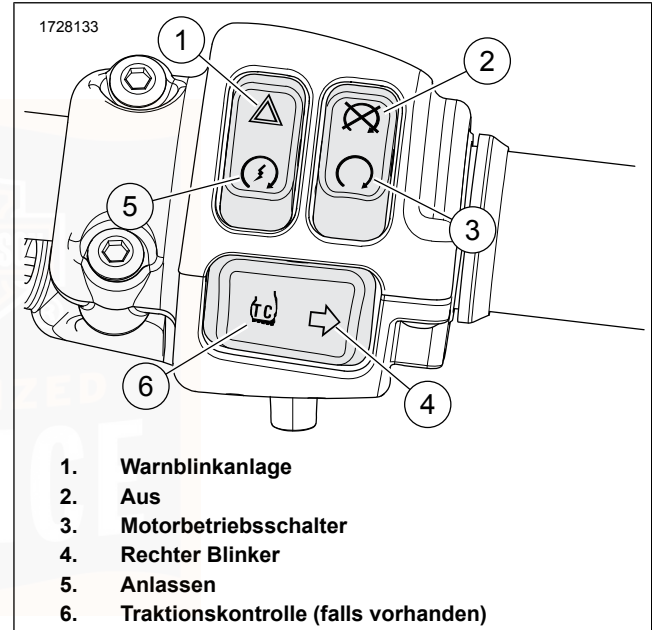

Abbildung 32. Rechte Regelungsschalter
Siehe Abbildung 32. Der Warnblinkerschalter (1) dient zur dauerhaften Aktivierung des Vierfach-Warnblinkers bei einem liegengelassenen Motorrad. Mithilfe der Warnlinker kann das Motorrad mit ausgeschalteter Zündung zurückgelassen werden, bis Hilfe geholt wird. Siehe Tabelle 35.
Siehe Abbildung 32. Der Anlasserschalter (5) befindet sich am rechten Lenker-Steuermodul. Siehe Tabelle 35.
1. Den Motorbetriebsschalter in die BETRIEB-Stellung bringen (3). Das Getriebe in den Leerlauf schalten. Die (grüne) Leerlauf-Kontrollleuchte leuchtet auf. Siehe Anlassen des Motors (Seite 109) .
2. Den Anlasser durch Drücken des Anlasserschalters (5) betätigen.
Siehe Abbildung 32. Den Motorbetriebsschalter in Stellung OFF (AUS) (2) drücken, um den Motor abzustellen. Siehe Tabelle 35.
Siehe Abbildung 32. Den Motorbetriebsschalter in Stellung RUN (BETRIEB) (3) drücken, damit der Motor angelassen und betrieben werden kann. Der Motorbetriebsschalter muss sich in der Stellung RUN (BETRIEB) befinden, damit der Motor angelassen und betrieben werden kann. Siehe Tabelle 35.
Siehe Abbildung 32. Den rechten Blinkerschalter (4) zur Aktivierung des rechten Blinkers betätigen. Siehe Tabelle 35.
Siehe Abbildung 32. Der Schalter für die Traktionskontrolle aktiviert und deaktiviert die Traktionskontrolle bei entsprechend ausgestatteten Fahrzeugen. Siehe Tabelle 35.